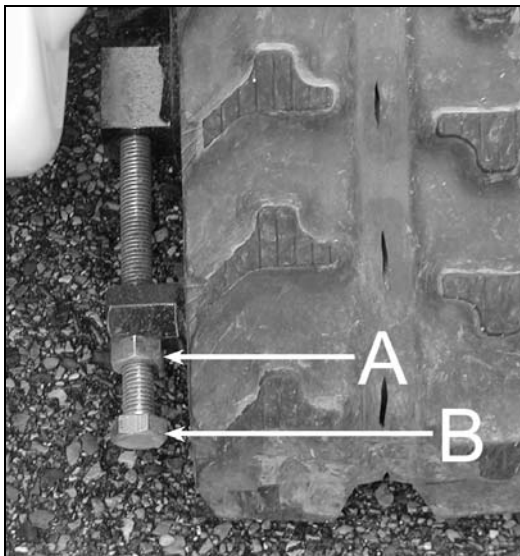

Figura 27
3. Svitare il dado (A, Figura 27).
5. Serrare il dado (A, Figura 27).